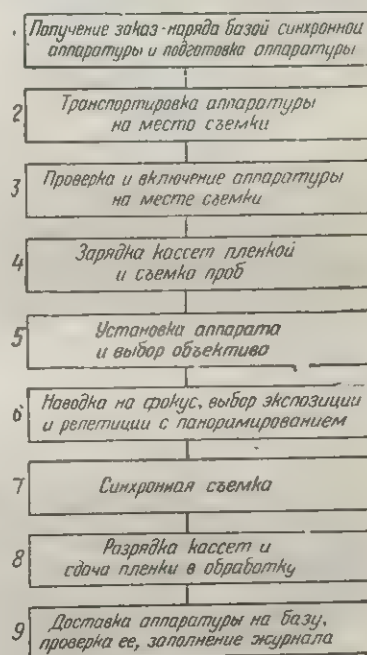

Рис. 77. Схема технологического процесса синхронной съемки
*Синхронная съемка.* На рис. 77 показана схема технологического процесса синхронной съемки.